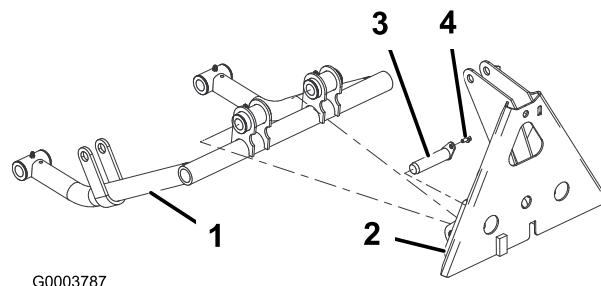

Figure 7
2. Fixez le tube du bras de poussée à la plaque d'adaptation avec 2 ensembles goupilles. Fixez les ensembles goupilles aux plaques d'adaptation avec 2 vis autotaraudeuses. Positionnez les composants comme illustré à la Figure 7.